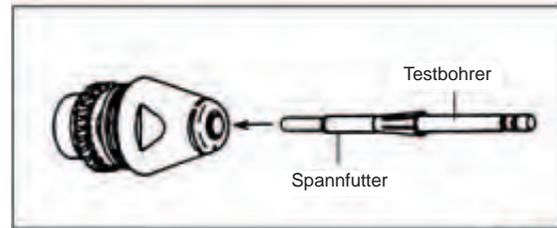

Abb. 13
(2) Installation eines neuen Spannfilters
- ① Eine dünne, oberflächliche Ölschicht auf das neue oder gereinigte Spannfilter auftragen, Testbohrer einsetzen und Spannfilter in den Rotorschafthülse drücken (Abb. 13).